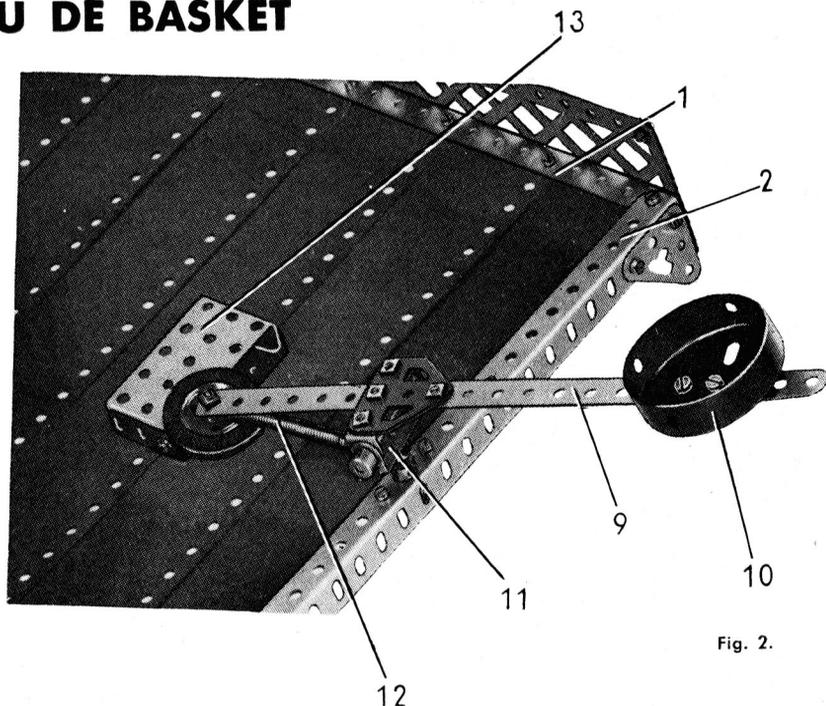

Fig. 2.
Une catapulte se construit à l'avant de la base (fig. 2). Elle est formée d'une bande (9) composée elle-même d'une bande de 19 trous et d'une de 5 qui se recouvre sur deux trous. Une joue de chaudière (10) est boulonnée sur la jonction des deux bandes.